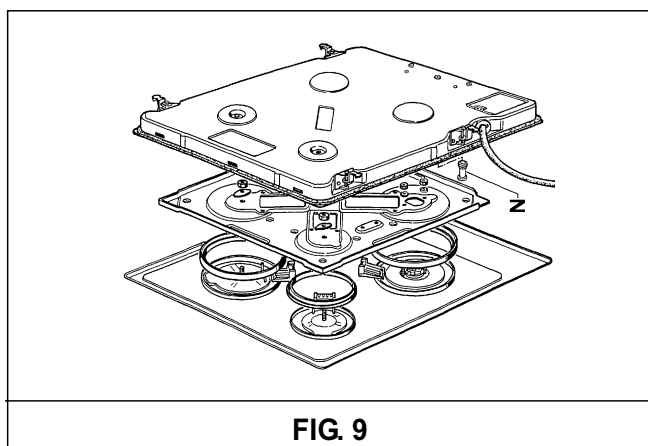

FIG. 9
a) enlevez la table du meuble, renversez-la, dévissez les vis "Z" et retirez le caisson (voir fig. 9).
Pour remplacer les composants installés à l'intérieur de la table, enlevez cette dernière du meuble, renversez-la, dévissez les vis "Z" et retirez le caisson (voir fig. 9).